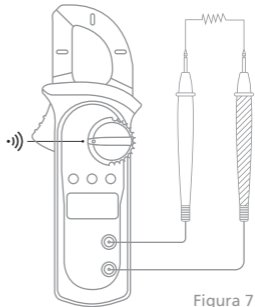

Figura 7
- La unidad del diodo es el Volt (V), y mostrará la conexión positiva del valor de descenso del voltaje.
E. Prueba de Continuidad (Figura 7)